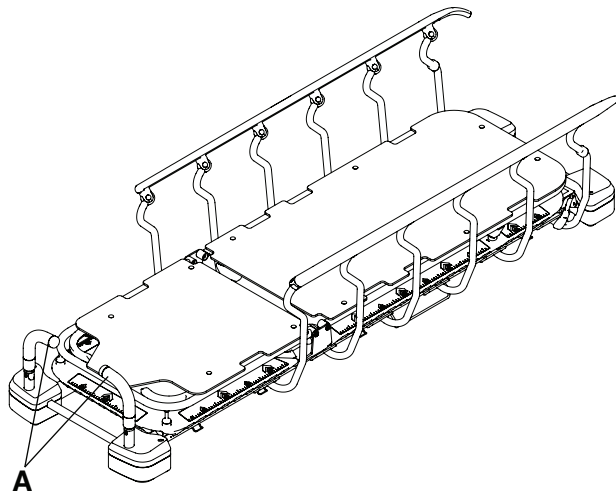

Figura 6 – Posicionamento das pegas de empurrar da extremidade do lado da cabeça
2. Gire as pegas para empurrar da extremidade do lado da cabeça (A) até à posição de utilização (Figura 6).